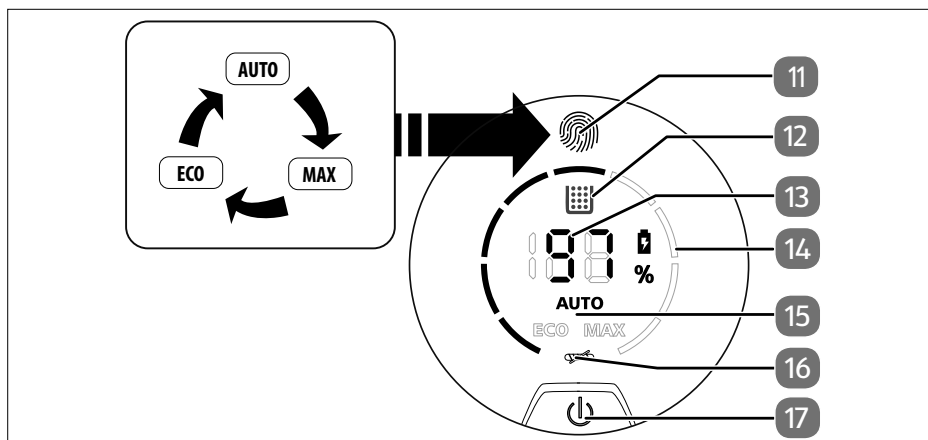

Abb. 2
- ▶ Berühren Sie das Bedienfeld , um den Funktionsmodus **AUTO/MAX** oder **ECO** (15) einzustellen. Die jeweilige Motorleistung wird im Anzeigefeld angezeigt (siehe Abb. 2).